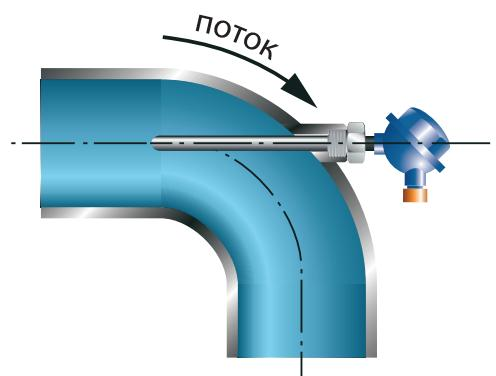

Рисунок 6 - Монтаж в колено трубы
*Для данных диаметров труб датчики необходимо монтировать в колено (рис. 6)